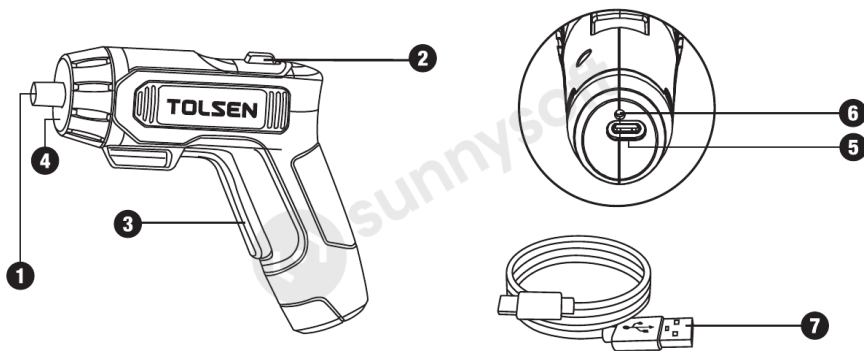

Abb. 1
1. Zum Laden des Schraubers stecken Sie den Stecker des Ladegeräts in die Ladebuchse ❺ unten am Griff des Schraubers und stecken Sie das Ladegerät in eine Netzsteckdose.
2. Die Ladeanzeige ❻ (Abb. 1) leuchtet auf und zeigt an, dass der Akku geladen wird. Wenn der Ladevorgang abgeschlossen ist (die Ladeanzeige leuchtet grün), trennen Sie das Ladegerät von der Netzsteckdose und vom Schrauber.
3. Setzen Sie ein Bit in den Bithalter ❶ ein. Wählen Sie mit dem Rechts-/Linkslauf-Schalter ❷ die gewünschte Drehrichtung (der Schalter arretiert zugleich die Drehrichtung) und drücken Sie den Ein-/Aus-Taster ❸, um den Schrauber zu starten. Beim ersten Druck auf den Taster leuchtet das LED-Licht ❹ auf.
4. Nehmen Sie nach Abschluss der Arbeit das Bit aus dem Bithalter; drücken Sie dabei bei Bedarf die Schnellwechselhülse (Abb. 1). Reinigen Sie den Schrauber und legen Sie alle Teile in den Aufbewahrungskoffer. Bewahren Sie den Koffer an einem sicheren, trockenen Ort außerhalb der Reichweite von Kindern auf.